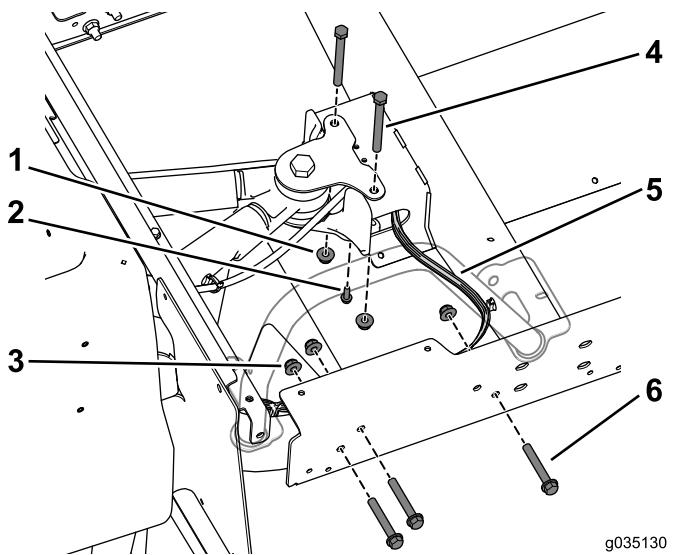

Bild 68
7. Entfernen Sie die Schrauben und Bundmuttern, mit denen die Befestigung des Schwenkarms am mittleren Kanal befestigt ist (Bild 68).